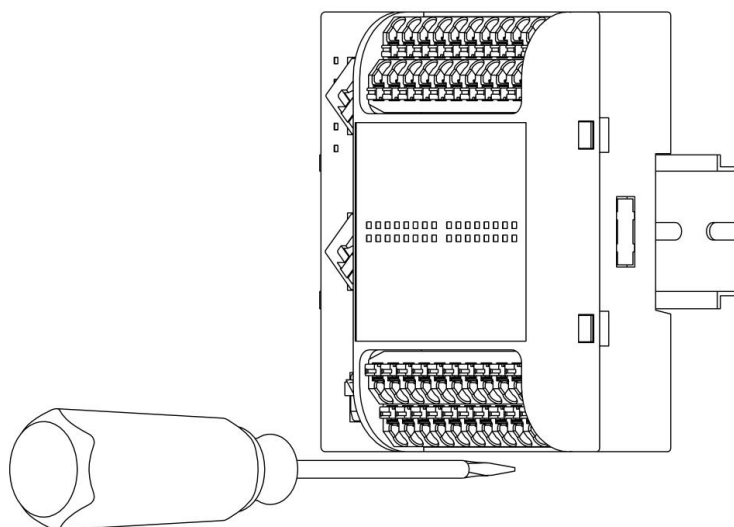

图 3-2 模块的安装
- 2、将模块挂到 DIN35 导轨上面，并使用一字螺丝刀将下方的导轨卡扣推入进去锁定，如图 3-2 所示。